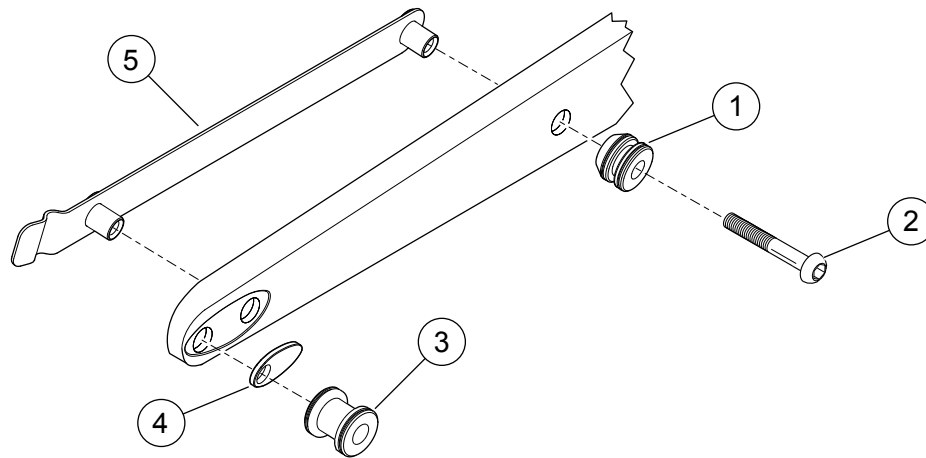

Figura 1. Peças de reposição: kit de ferragens do ponto de suporte – FXD e FXDL
Veja a Figura 1 e a Tabela 1.
2. Veja a Figura 1. Remova o suporte de apoio original do pára-lamas. Coloque o **novo** suporte de montagem do pára-lamas traseiro (5) do kit na posição.
3. Aplique Loctite 243 (azul) no parafuso de cabeça abaulada (2) antes da instalação. Coloque o lado chanfrado do ponto de suporte dianteiro (1) contra a tampa do suporte. Introduza o parafuso de cabeça abaulada (2) através do ponto de suporte, do suporte do pára-lamas e do pára-lamas. Aperte com torque de 16,3–24,4 N·m (12–18 ft-lbs).
4. Se usado sem alforjes, instale o ponto de suporte traseiro (3) e a tampa do recesso (4) de acordo com as instruções da peça N.º 53968-06, kit de reposicionamento do pisca-pisca. Se usado com alforjes, monte o ponto de suporte traseiro de acordo com as instruções do kit de alforje.